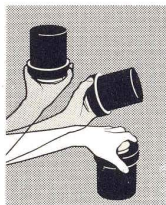

FIG. 2
- 2 Ensuite, renverser la cuve en la retournant complètement et lui faire reprendre sa position normale. (Fig. 2)